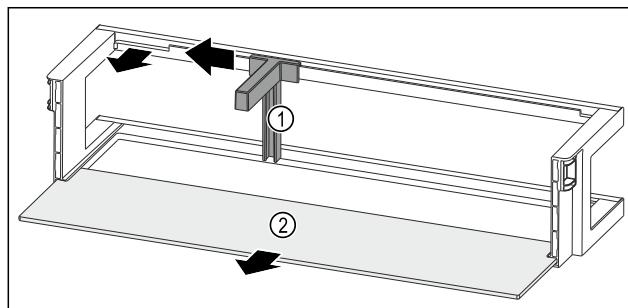

Fig. 96 Дверная полка с держателем для бутылок и съемной полкой
- Сместите держатель для бутылок Fig. 96 (1) до выемки в сторону.
- Извлеките держатель для бутылок Fig. 96 (1).
- Извлеките съемную полку Fig. 96 (2).